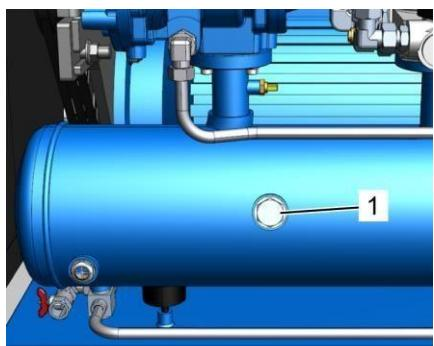

Рис. 32: Резьбовая пробка наливного отверстия (винтовой компрессор с клиноприводом)
5. Отверните резьбовую пробку наливного отверстия (Рис. 32/1), извлеките ее и проследите за тем, чтобы не потерялось уплотнительное кольцо.